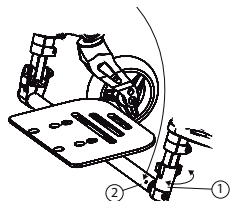
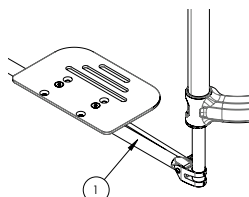

Fig. 4c
Fig. 4d
- Le Veloce est équipé d'une palette d'appuie-pieds rabattable (Fig. 4C) ou pliables (Fig. 4D).